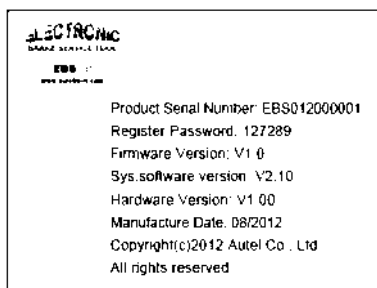

Рисунок 3-6
2) Ознакомьтесь с информацией о сканере, отображаемой на экране дисплея. См. рисунок 3-6. Нажмите кнопку **ESC**, чтобы закрыть окно без сохранения изменений.